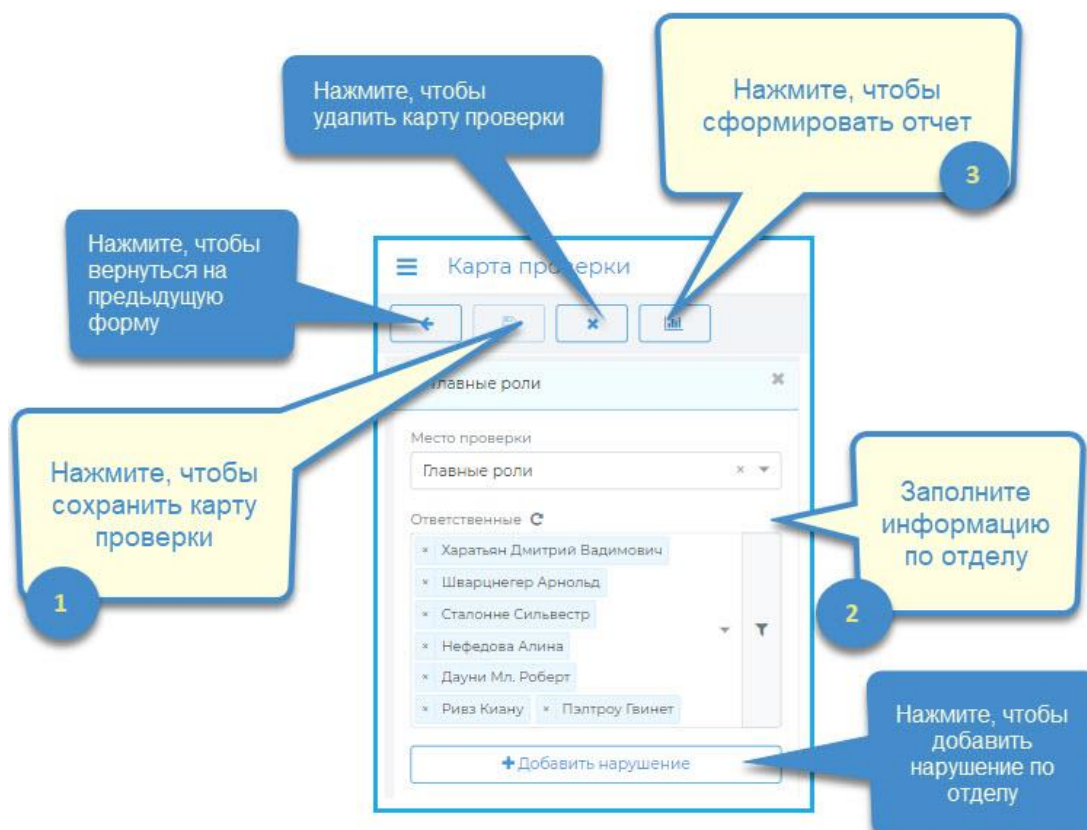

Рисунок 143 – Экран «Отдел» карты проверки в мобильной версии
- Экран «Отдел» (Рисунок 143), содержащий подробную информацию о проверке отдела и кнопкой добавления нарушения.